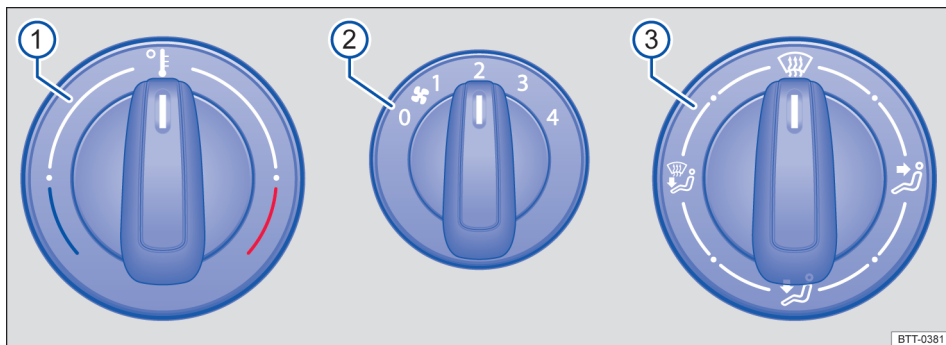
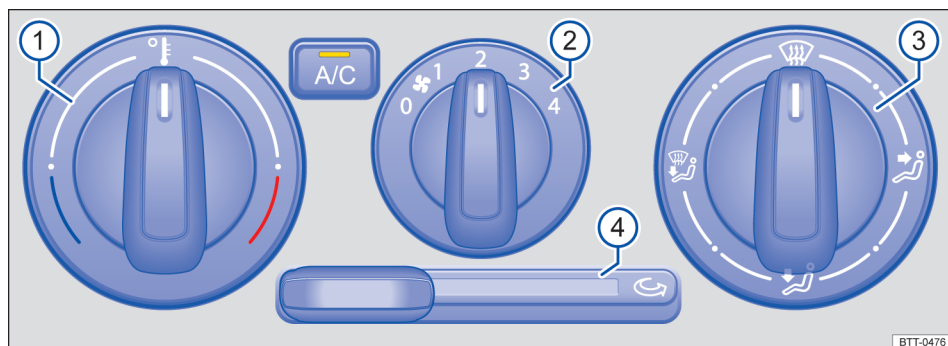

Fig. 72 No console central: comandos do sistema de ventilação e aquecimento.
Fig. 73 No console central: comandos do ar-condicionado.
Botão, regulador	Informações complementares do sistema de ventilação e aquecimento → Fig. 72 e ar-condicionado → Fig. 73.
- Em veículos com sistema de aquecimento, colocar o regulador da temperatura → Fig. 72 ❶ totalmente para a direita, para a posição máxima de aquecimento.
- Colocar o regulador de distribuição de ar ❸ na posição ☞.
- Colocar o ventilador ❷ no nível 3 ou 4.
- Colocar o regulador da distribuição de ar → Fig. 73 ❸ para a posição ☞.
- Colocar o regulador da temperatura ❶ na posição desejada.
Ligar: empurrar o regulador correção → Fig. 73  para a direita até o batente.
Desligar: empurrar o regulador correção → Fig. 73  para a esquerda até o batente.